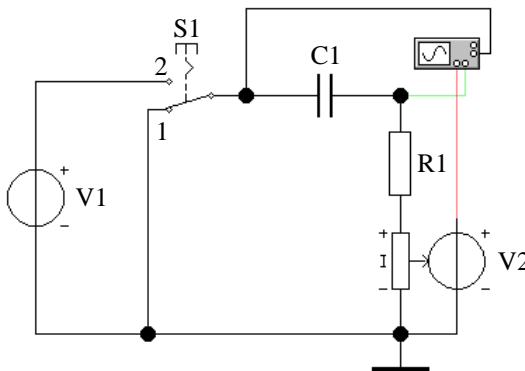

Рис. 3
3.1. Соберите схему для исследования переходных процессов в дифференцирующей RC -цепи (рис. 3). Независимый источник напряжения $V1$, источник напряжения управляемый током (ИНУТ) $V2$ и символ заземления находятся в группе «Sources» (второй ряд сверху на панели инструментов); сопротивление $R1$, емкость $C1$ и ключ $S1$ – в группе «Basic»; осциллограф – в группе «Instruments». Ключ $S1$ перебрасывается в противоположное состояние по нажатию на клавиатуре клавиши «Пробел» (Space).
Согласно рис. 3 на канал А вертикального отклонения осциллографа подан сигнал тока, а на канал В – выходное напряжение дифференцирующей цепи (напряжение на сопротивлении). Изображение сигналов на экране осциллографа рекомендуется отображать разным цветом. Для задания цвета осциллограммы щелкните правой клавишей мыши на проводе, подключенном к входу канала А. В открывшемся окне выберите опцию «Wire Properties...». В следующем окне выберите закладку «Schematic options», нажмите кнопку «Set Wire Color» и задайте красный цвет. Аналогичным образом задайте цвет осциллограммы по каналу В (зеленый). По обоим каналам вертикального отклонения установите чувствительность 500 mV/Div